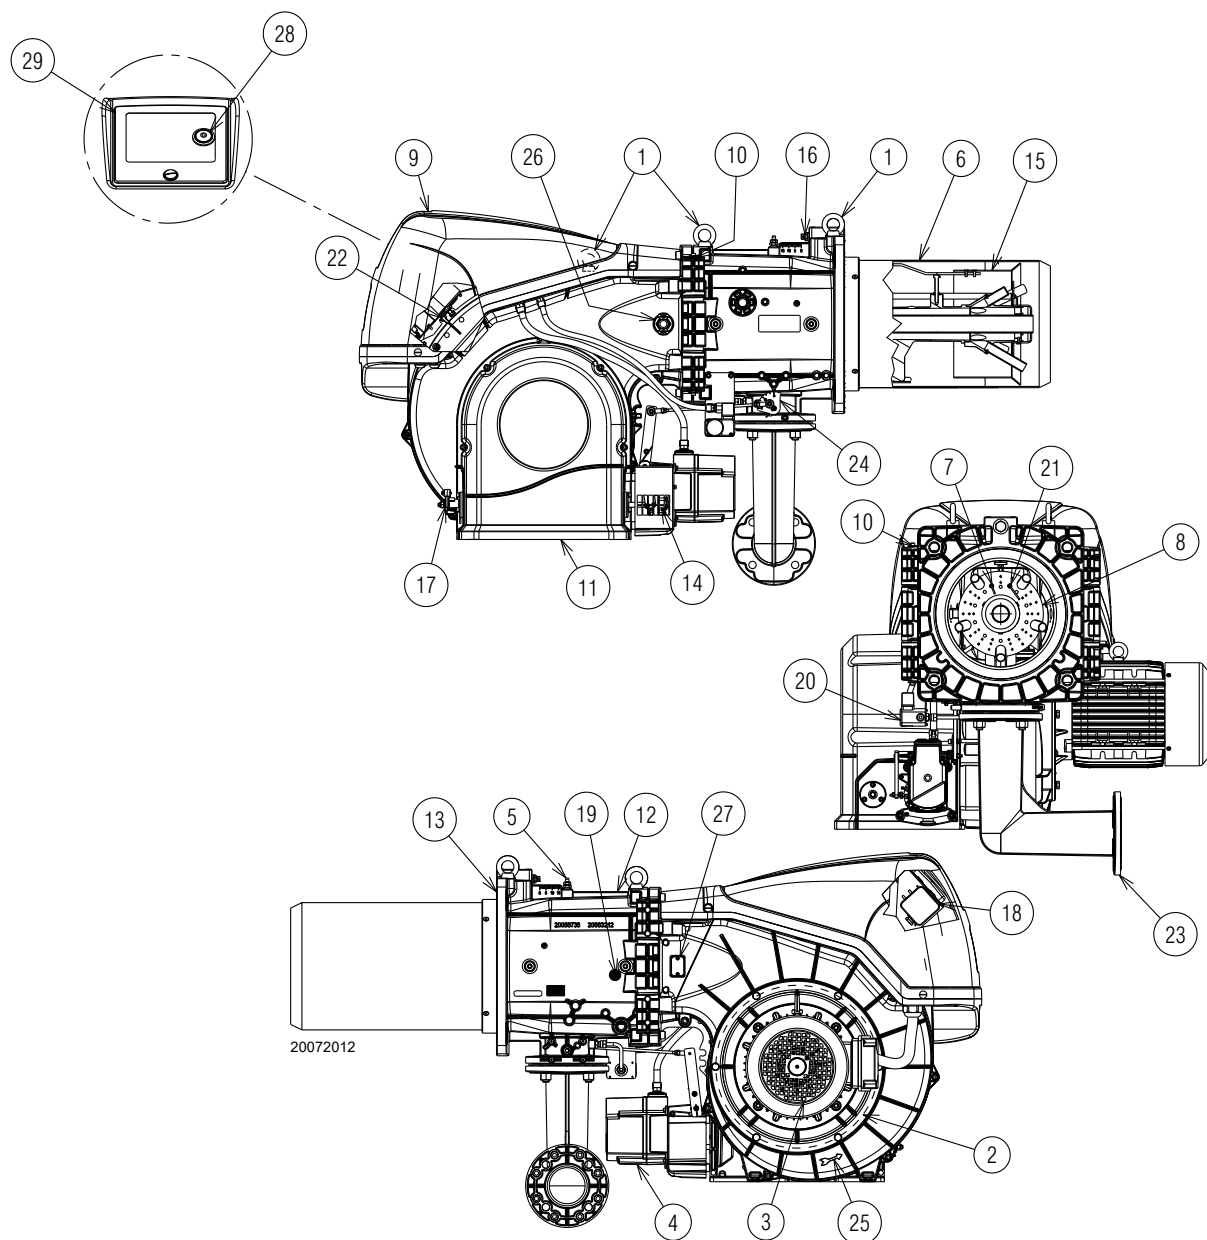

Abb. 5
(1) Referenzbedingungen: Raumtemperatur 20°C - Gastemperatur 15°C - Barometrischer Druck 1013 mbar - Höhe 0 m ü.d.M.
(2) Druck am Anschluss 5)(Abb. 5 auf S. 13) bei Druck Null in Brennkammer und bei Höchstleistung des Brenners.
(3) Schalldruck gemessen im Verbrennungslabor des Herstellers bei laufendem Brenner am Prüfkessel, bei Höchstleistung. Die Schalleistung wird mit der von der Norm EN 15036 vorgesehenen "Free Field" Methode und mit einer Messgenauigkeit "Accuracy: Category 3", wie von der Norm EN ISO 3746 vorgesehen, gemessen.